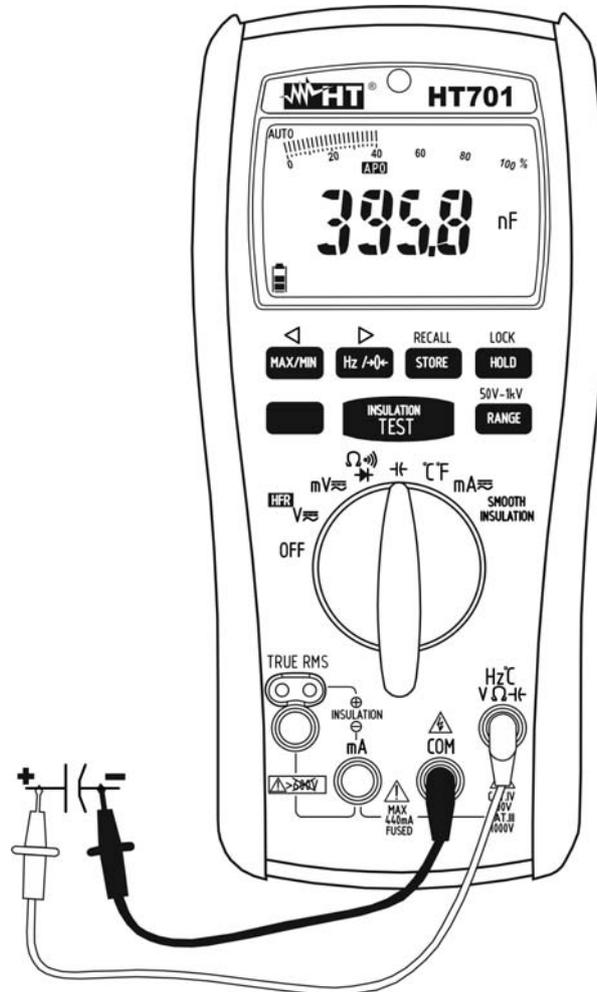

Fig. 8 : Utilisation de l'instrument pour mesure de capacité
4. Insérer le câble rouge dans l'entrée du jack **Hz°CVΩ°C** et le câble noir dans l'entrée du jack **COM** (voir la Fig. 8).